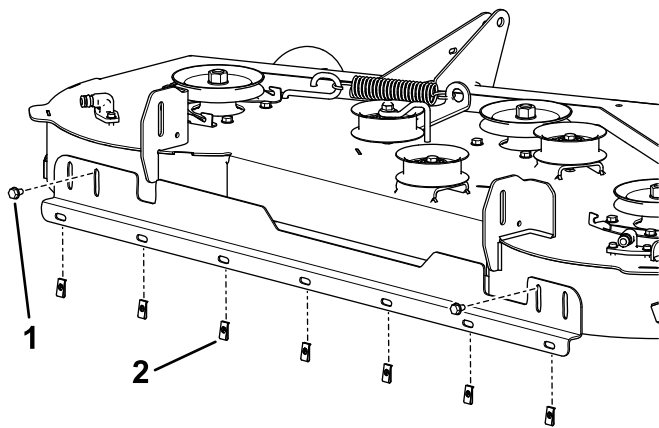

Figure 5
- Fixez le support dans les trous à l'aide de 2 boulons autotaraudeurs (5/16 x 1/2 po), comme montré à la Figure 5.
- Placez 7 écrous rapides dans les trous libres du support (Figure 5).